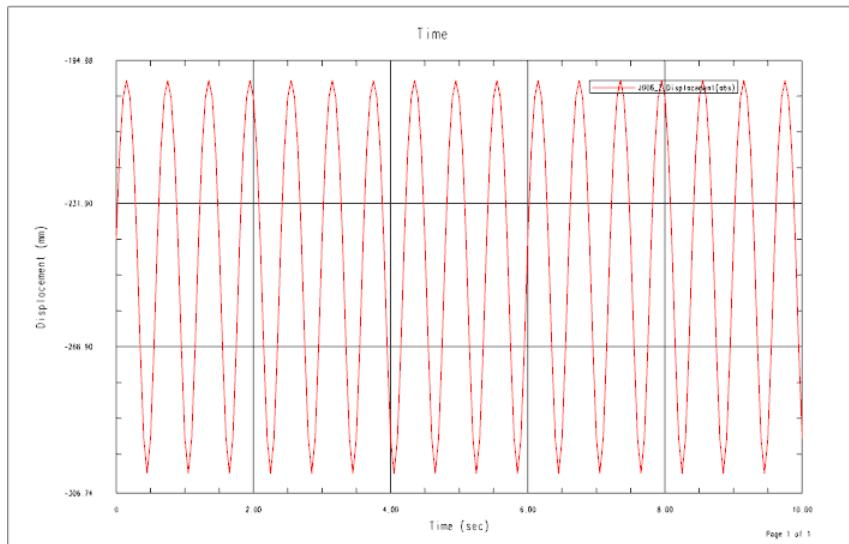

图 10.4.21 位移图表
(1) 选择下拉菜单 **插入 (I)** → **解算方案 (I)...** 命令，系统弹出“解算方案”对话框；在**解算方案类型**下拉列表中选择**常规驱动**选项；在**分析类型**下拉列表中选择**运动学/动力学**选项；在**时间**文本框中输入值 10；在**步数**文本框中输入值 200；选中对话框中的 **通过按“确定”进行解算**复选框。
(2) 设置重力方向。在“解算方案”对话框**重力**区域的矢量下拉列表中选择 选项，其他重力参数按系统默认设置值。
(3) 单击**确定**按钮，完成解算方案的定义。
Step16. 生成图 10.4.21 所示的位移图表。
(1) 选择命令。选择下拉菜单 **分析 (A)** → **运动 (M)** → **图表 (G)...** 命令，系统弹出“图表”对话框。